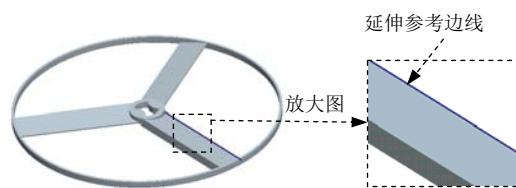

图 5.12 延伸参考边线
- (1) 选取图 5.12 所示的复制曲面的边线。
- (2) 单击**分型面**功能选项卡**编辑**▼区域中的延伸按钮，此时系统弹出延伸操控板。
- (3) 选取延伸的终止面。在操控板中按下延伸按钮。选取 ADTM1 基准平面为延伸的终止面。
- (4) 在“延伸”操控板中单击✓按钮，完成延伸曲面的创建。